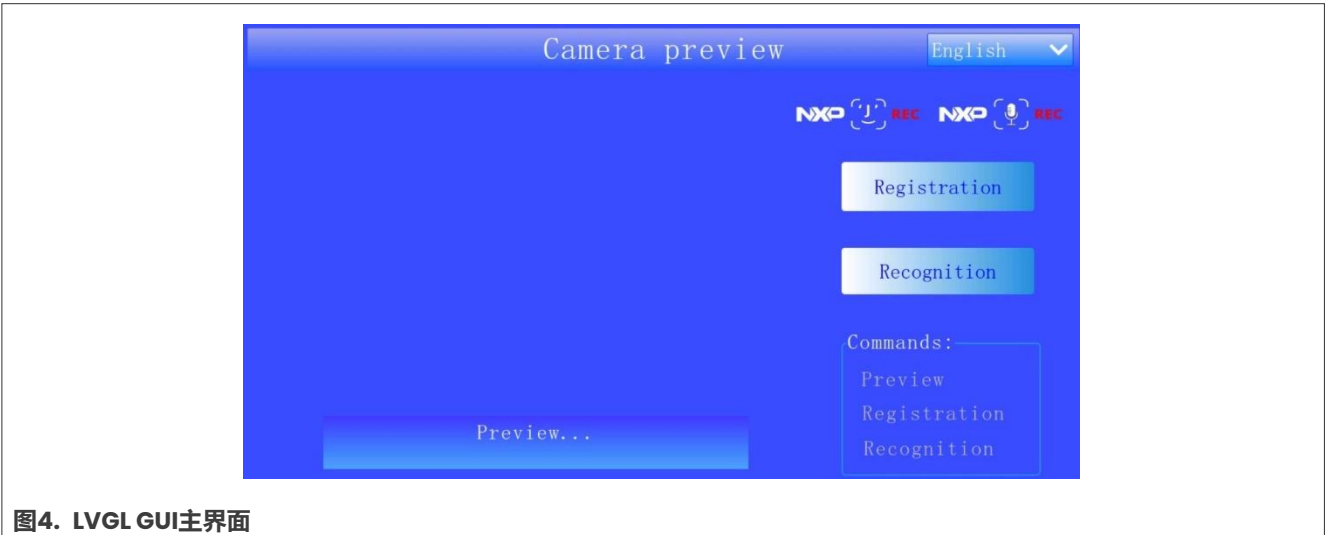

图4. LVGL GUI主界面
- 同样，在主界面上添加了用于语言选择的下拉列表组件，以实现与待机界面相同的功能。支持的语音命令的提示也会显示在界面上。参见图4。语音命令与触摸具有相同的功能：